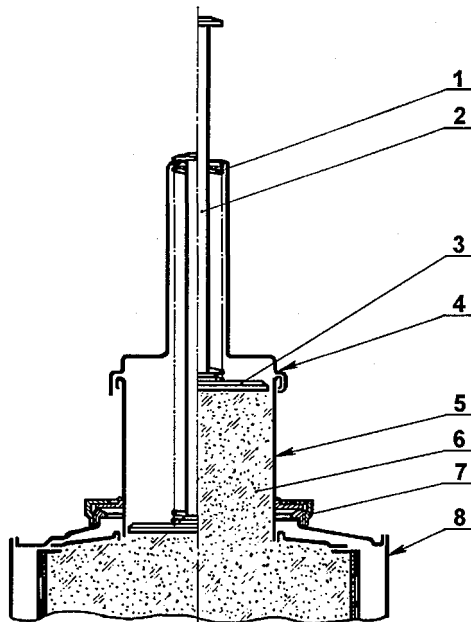

Рисунок 16 – Уплотнитель ХП-И (приспособление для снаряжения патрона регенеративного)
1.6.5 Уплотнитель (рисунок 16) предназначен для снаряжения патрона ХП-И. Уплотнитель состоит из корпуса цилиндрического 5, крышки 4, присоединяемой к корпусу при помощи байонетного замка, уплотняющего поршня 3, пружины 1 и штока 2. Уплотнитель устанавливается в горловину регенеративного патрона 8 и закрепляется на его штуцер гайкой накидной 7. Размеры уплотнителя рассчитаны таким образом, что необходимому уровню поглотителя 6 в снаряженном патроне соответствует нижнее предельное положение поршня 3 и штока 2, то есть шток опускается вниз до упора (рисунок 16, разрез слева).
вине патрона уплотнитель (рисунок 16), но без крышки с поршнем и засыпьте через него поглотитель тремя-четырьмя порциями, уплотняя его легким постукиванием ладоней по боковой части корпуса патрона.